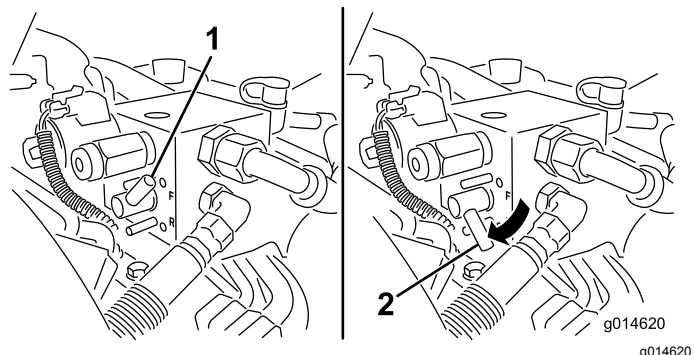

Figura 51
5. Gire la palanca de autoafilado a la posición de MARCHA ATRÁS (R) (Figura 51).